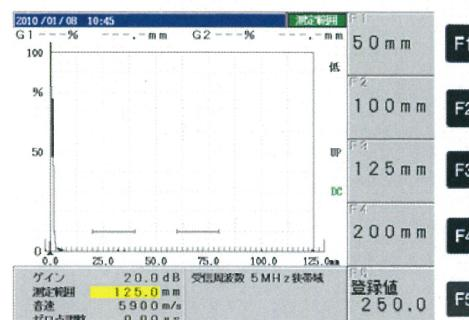

図4 測定範囲の画面
(3) 測定範囲を125mmに調整する方法の一例
- ① **PRS** キーを押すと図4が表示される。**F3** キーを押